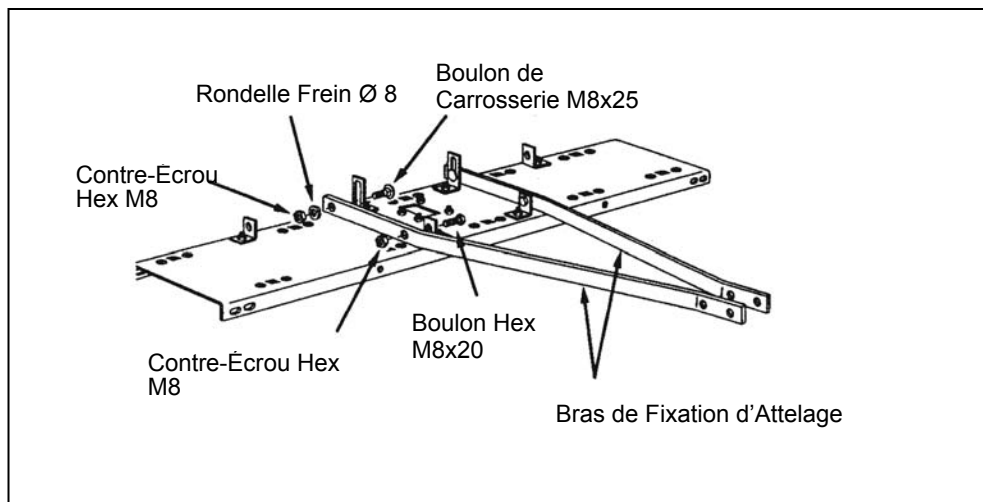

Figure 3
5. Attachez le bras de fixation d'attelage à l'extérieur des supports d'appui en avant du bouclier à dents. Utilisez deux boulons hex (à tête hexagonale) M8x20 et des contre-écrous hex M8. Serrez puis desserrer les écrous légèrement. Voir Figure 3.
6. Attachez le bras de fixation d'attelage à l'extérieur du Support à Bras de fixation d'attelage à l'arrière du bouclier à dents. Utilisez deux Boulon de Carrosserie M8x25, des rondelles freins Ø 8 et des contre-écrous hex M8. Ne serrez pas encore. Voir Figure 3.